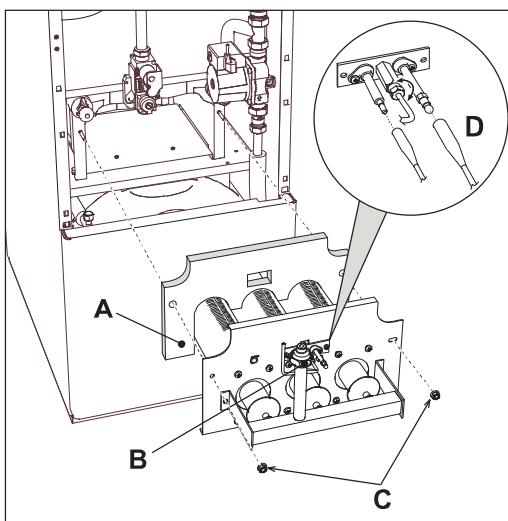

fig. 20 - Demontage branders
- Draai de twee moeren "C" los waarmee de deur van de verbrandingskamer aan de gietijzeren elementen van de verwarmingsketel (fig. 20) bevestigd is.